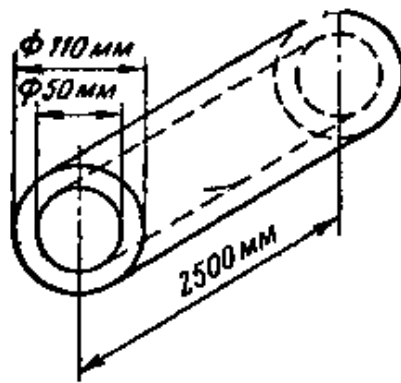

Рис. 3.
**Задача 4.** Определить количество тепла, теряемое трубой за 1с, если внутри трубы протекает газ, а снаружи труба омывается воздухом (рис. 3). Средняя температура газа  $800^\circ \text{C}$ , а воздуха  $15^\circ \text{C}$ .